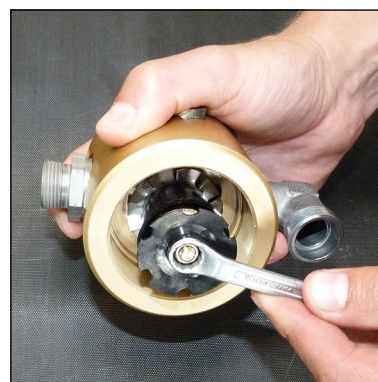

Abb. 1 - Mutter am Oberteil lösen
- Mutter am Oberteil lösen (Abb. 1).